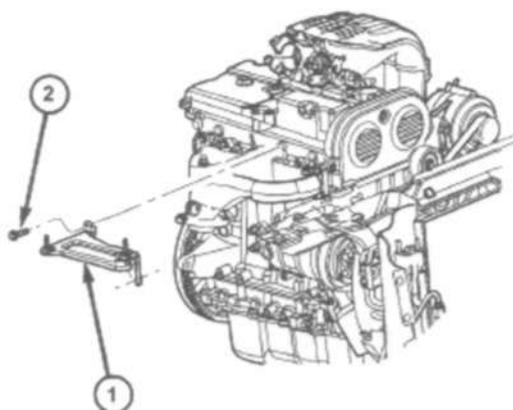

Рис. 100 КРОНШТЕЙН ВОЗДУШНОГО ФИЛЬТРА
- (1) Поднять автомобиль и отсоединить выхлопную трубу от выпускного коллектора.
- (2) Опустить автомобиль.
- (3) Отсоединить разъем верхнепоточного кислородного датчика в задней части выпускного коллектора.
- (4) Снять кронштейн воздушного фильтра (Рис.100).
- (5) Снять экран термоизоляции.
- (6) Снять болты крепления коллектора к головке блока.
- (7) Снять выпускной коллектор.
- (8) Проверить коллектор (см.п.9. ДВИГАТЕЛЬ/ КОЛЕКТОРЫ/ ВПУСКНОЙ КОЛЛЕКТОР ПРОВЕРКА).